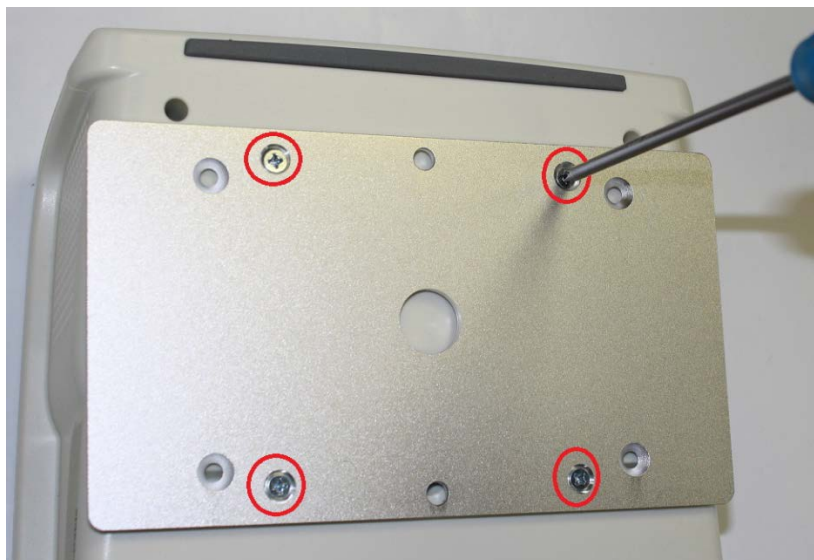

Рисунок 2.7. Крепление пластины-адаптера с помощью винтов M4x10 к электронному блоку
- в) Сверху планок, аккуратно, не смещая планки, установите пластину-адаптер VESA 100, совместив все четыре отверстия пластины с отверстиями планок, и с помощью четырех винтов (DIN 965 M4x10) закрепите пластину, как показано на рисунке ниже (см рис.2.7.);